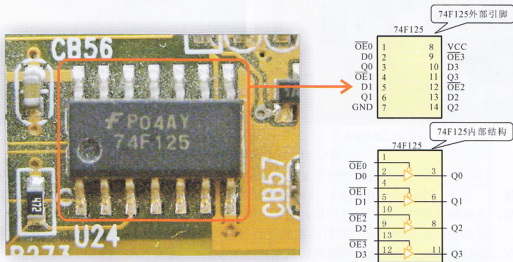

图12-9 门电路芯片74F125引脚功能
(3) 接着,从复位开关针引脚跟踪信号流程,发现复位开关针连接到一个门电路芯片74F125,该电路共有14个引脚,在检测过程中,应了解各引脚的功能,根据集成电路上标识的具体型号找到相关引脚功能图,并参照图中标识进行实际检测,其引脚功能如图12-9所示。